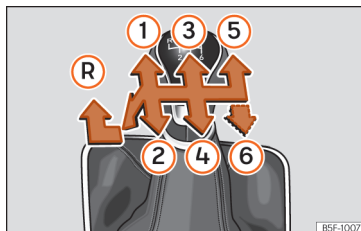

Abb. 151 Schaltschema bei einem 5-Gang bzw. 6-Gang Schaltgetriebe
Auf dem Schalthebel sind die Positionen der einzelnen Fahrgänge dargestellt **Abb. 151**.
- Schalthebel auf Leerlauf stellen und nach unten drücken, ganz nach links und dann nach vorne schieben, um den Rückwärtsgang **Abb. 151**  einzulegen.